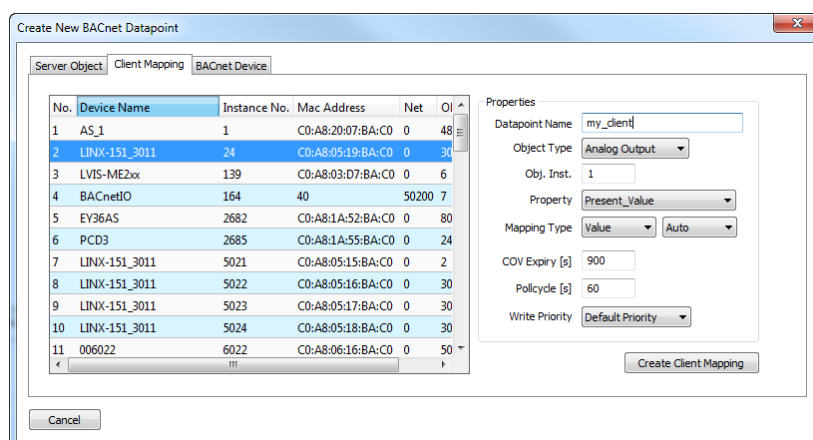

Abbildung 121: Dialogfenster Client-Mapping erstellen
2. Klicken Sie mit der rechten Maustaste in die Datenpunkt-Liste und wählen **Neuer Datenpunkt ...** aus dem Kontextmenü aus. Es wird das Dialogfenster **Neuen BACnet-Datenpunkt erstellen** geöffnet, siehe Abbildung 121.